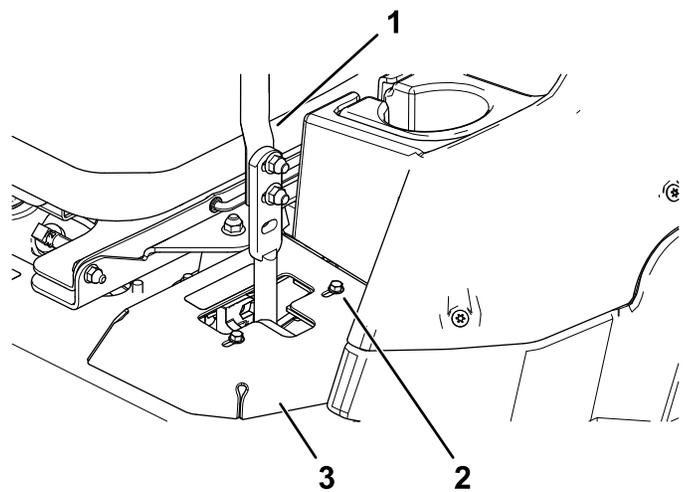

Figure 50
- Si la machine se déporte à droite, desserrez les boulons et reculez la plaque de butée gauche dans la fente en T gauche, jusqu'à ce qu'elle se déplace en ligne droite (Figure 50).
- Si elle se déporte à gauche, desserrez les boulons et reculez la plaque de butée droite dans la fente en T droite, jusqu'à ce qu'elle se déplace en ligne droite (Figure 50).
8. Serrez les boulons de la plaque de butée (Figure 50).